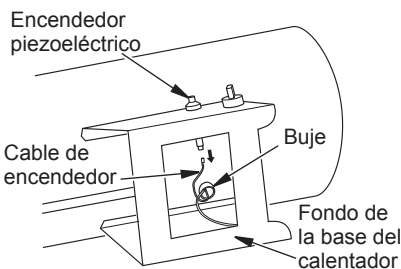

Figura 14 - Retiro del cable del encendedor piezoeléctrico
2. Quite el cable negro del encendedor piezoeléctrico. Acceda al cable del encendedor por el fondo de la base del calentador (consulte la figura 14). Empuje el cable hacia arriba a través del buje en la cubierta del calentador.